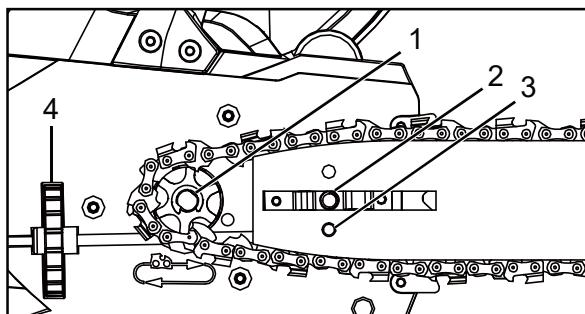
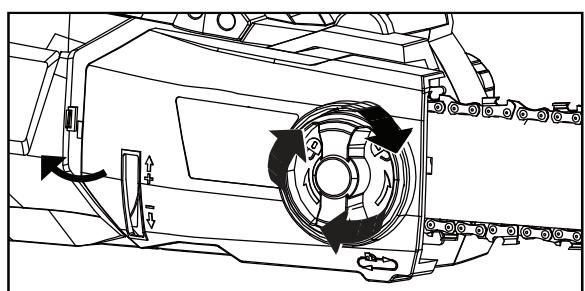

Figura 10 - Instale la cadena
Figura 11 - Reinstale la cubierta
4. Coloque la cadena de la sierra alrededor del piñón mientras alinea la ranura en la barra guía con el perno interno en la base de la sierra y el pin de tensión de la cadena en el orificio del pin de la barra guía (Figura 10). El pin de tensión de la cadena podría necesitar ajustes para alinearse correctamente con el orificio de la barra guía. Use la rueda de tensión de la cadena para ajustar su ubicación hasta que quiera en la barra guía.
5. Gire la rueda de tensión de la cadena para ajustar preliminarmente la barra guía lo suficiente para que la cadena permanezca en su lugar (Figura 10). Mientras sostiene la barra quieta, vuelva a instalar la cubierta. Asegúrese que la lengüeta se alinee correctamente con la ranura en el cuerpo de la sierra (Figura 11). Reinstale el bloqueo de la cubierta lateral y gírela en sentido horario hasta que se enganche. Ajuste la tensión de la cadena.